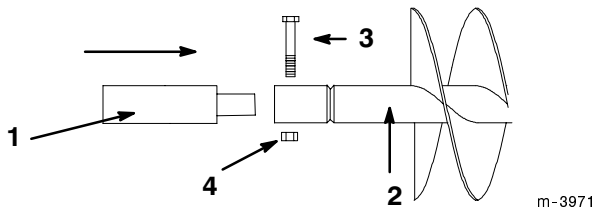

Abbildung 6
7. Wenn zusammen mit dem Bohrer eine Verlängerung verwendet wird, das Ende der Verlängerung in das Ende des Bohrers stecken und den Bohrer mit 11,5 cm (7/8"-9 x 4-1/2")-Schraube und 7/8"-11-Mutter am Antriebskopf befestigen (Abb. 6).